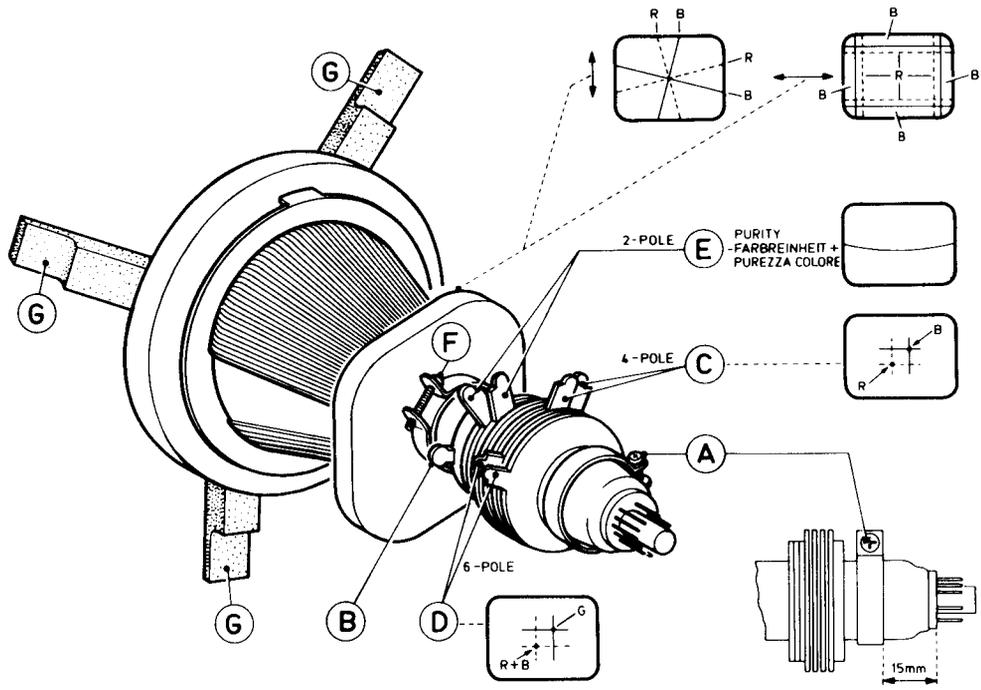

Fig. 4
In andern Fällen - z.B. nach Ersatz der Ablenk-Unit, ist es meistens nicht nötig, die Gummikeilen (G in Abb. 4) zu entfernen.
I. Farbreinheit, siehe Abb. 4
II. Statische Konvergenz, siehe Abb. 4